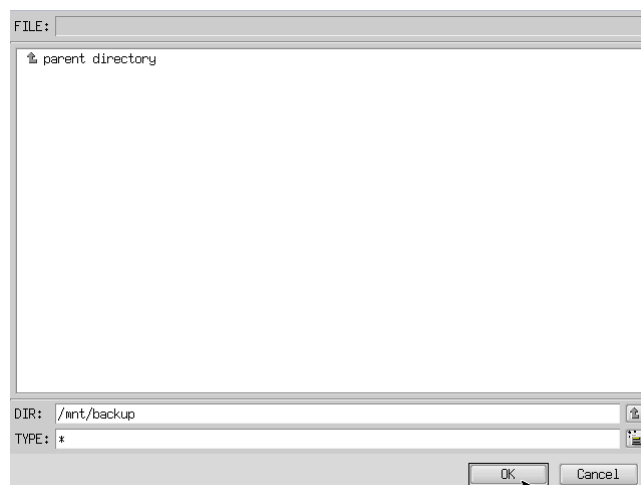

図 5-3-4. フォルダ参照画面
- ⑧ フォルダ参照画面（図 5-3-4）が表示されます。②で接続したパーティションは、/mntにマウントされますので、/mnt以下のフォルダを選択してください。[OK]を押すとフォルダ選択画面にもどります。